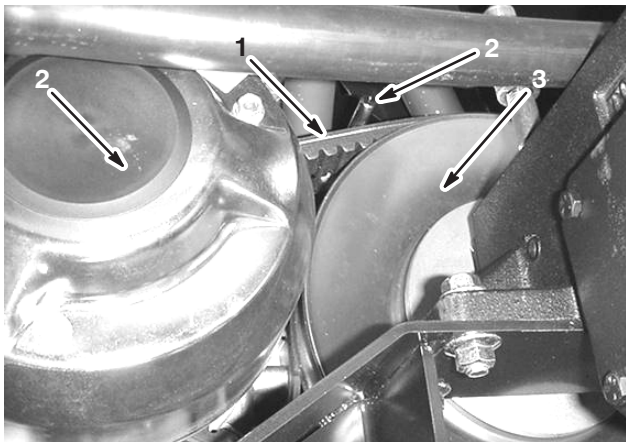

Bild 49
1. Lockern Sie die beiden Riemenführungen in der Nähe der sekundären Kupplung (Bild 49).
2. Drehen Sie den Riemen und verlegen ihn über die sekundäre Kupplung (Bild 49).
3. Entfernen Sie den Riemen von der Hauptkupplung (Bild 49).
4. Legen Sie den neuen Riemen auf die Hauptkupplung (Bild 49).
5. Drehen Sie den Riemen und verlegen ihn über die sekundäre Kupplung (Bild 49).